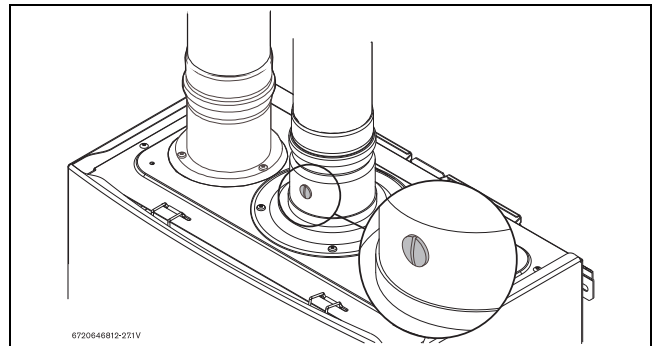

Fig. 63 Puerto de medición
- ▶ Retire el tornillo de latón de cabeza plana en el cuello de escape como se indica en fig. 63.